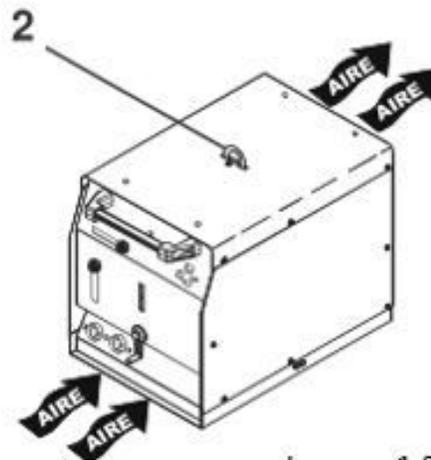

Figura 33: Partes del aire acondicionado.
2. Argolla para Izar como se muestra en la figura 33.